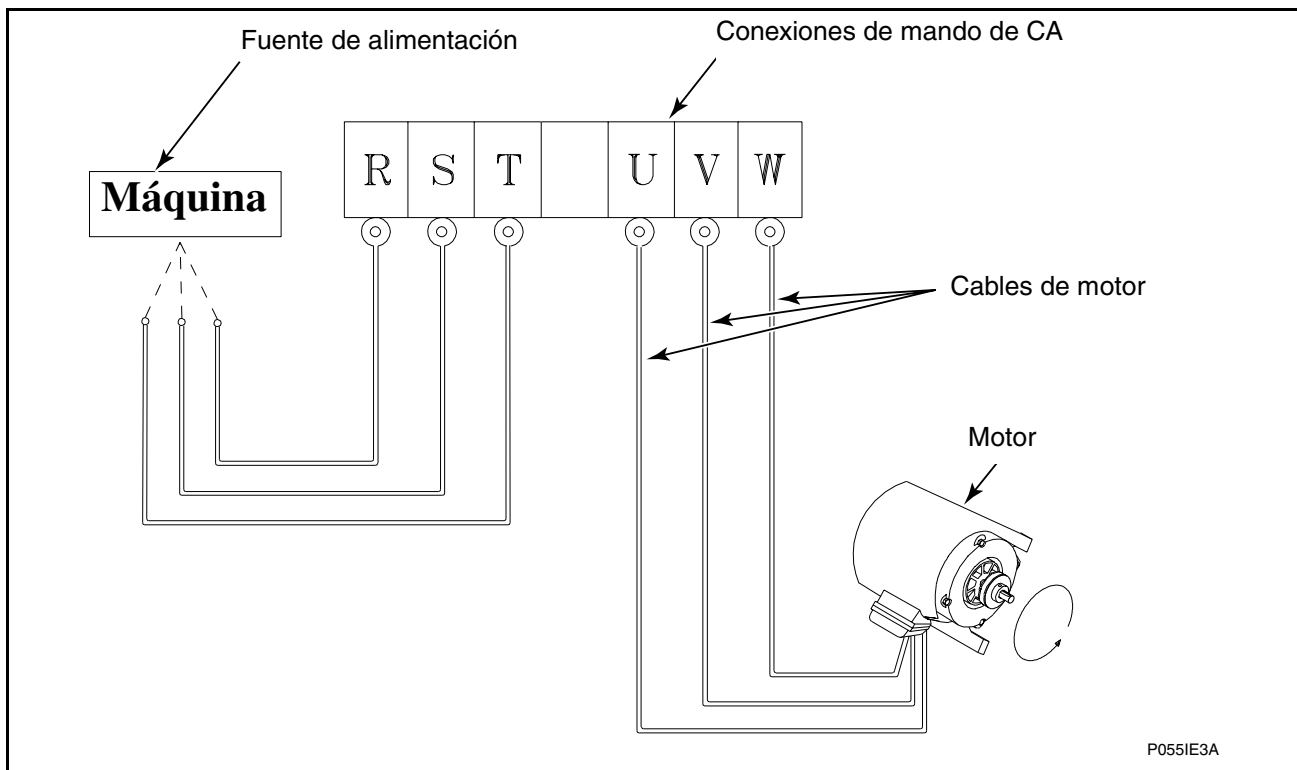

Figura 18
8. La rotación del cilindro debe ser hacia la derecha en el paso de extracción. Si la rotación no es hacia la derecha en el paso de extracción, desconecte la corriente. Un eléctrico cualificado debe invertir dos cables principales cualquier del mando de CA y el motor. Vea la Figura 18.